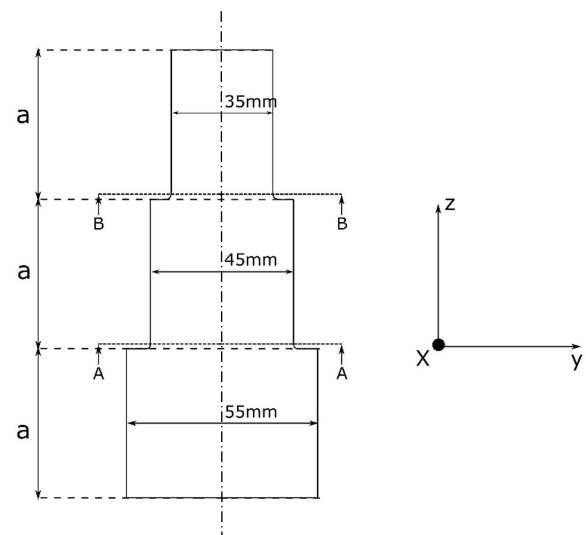

Figura 2. Schema albero principale
- Si calcoli il coefficiente di sicurezza a prima plasticizzazione secondo il criterio di resistenza statica più cautelativo, nella sezione B-B in corrispondenza di B (vedi Figura 2).
- Si effettui la verifica di resistenza a fatica per la sezione A-A in corrispondenza di A (vedi Figura 2).